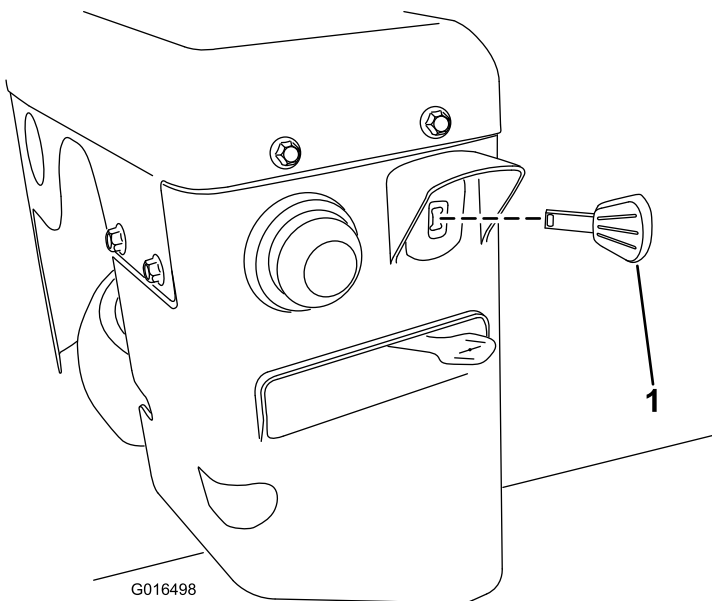

Figura 27
3. Inserite la chiave di accensione fino in fondo (Figura 27).